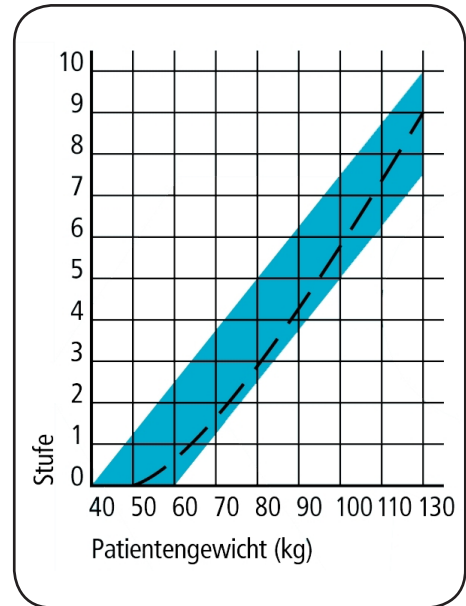

Abbildung 11
9. Anschließend stellen Sie die Leistungsstufe ein. Die optimale Leistungsstufe hängt von mehreren Faktoren ab. Hierzu gehören in erster Linie das Patientengewicht und die Auflagefläche des Patienten. Für die Einstellung kann Ihnen das Diagramm (siehe Abbildung 11) einen ersten Anhaltswert liefern. Dieser Wert dient nur als Richtwert zur groben Druckeinstellung und gibt keine genaue Angabe für das Einsinkverhalten des Körpers.